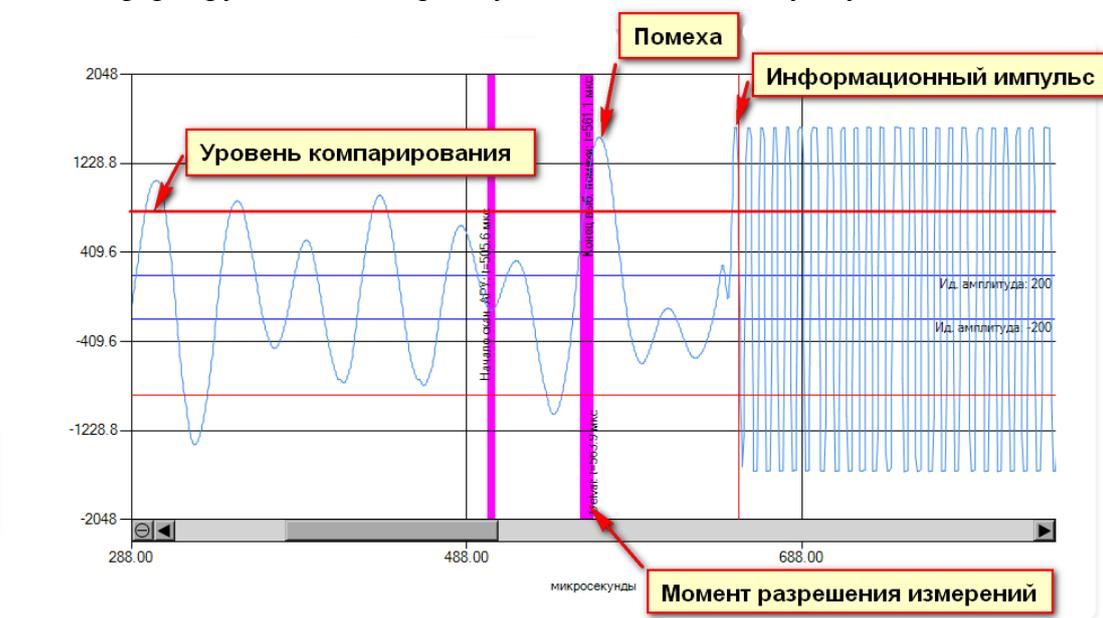

Рисунок 5.1
5.4.2 В случае, если амплитуда помехи превысит уровень компарирования после момента разрешения измерений (рисунок 5.1), она будет воспринята системой как ложный информационный импульс. При этом однозначно сработает система самодиагностики по критерию «отклонение измеренной скорости звука луча от средней свыше установленной границы (5 %) либо по критерию «отношение сигнал-шум менее критического значения (менее 15 дБ)». При этом система самодиагностики сформирует сигнал аварии луча «НЕНОРМА» и луч будет отключен.